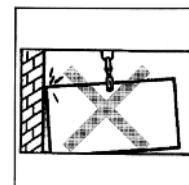

Figure 13
18. **NE PAS** : cogner la charge pendant la levée (OU levage). ou le déplacement. Cogner la charge peut causer le relâchement de la pince de levage (Fig. 13).